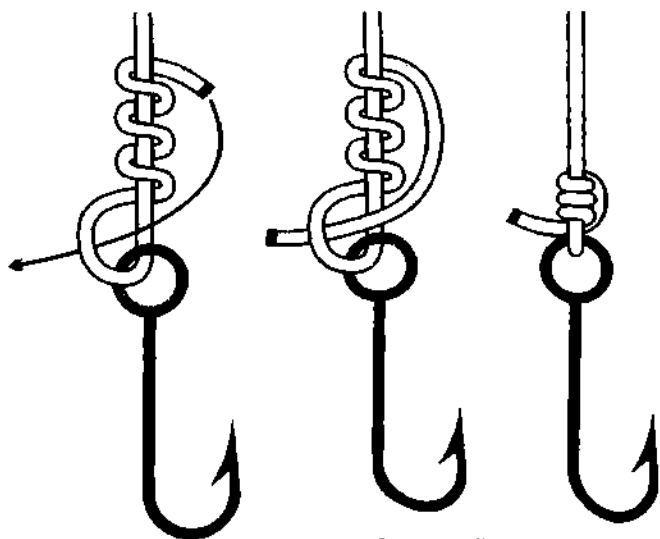

Рис. 710. Ушковый узел.
**Ушковый узел** очень надёжный и почти не ослабляет леску. Узел можно использовать почти для любых лесок, но особенно хорошо держит этот узел на монолесках (рис. 710, 711). На большинстве плетёнок и фторкарбоновых лесках **ушковый узел** имеет тенденцию скользить, поэтому на шнурах его лучше вязать сдвоенным концом (рис 712). **Ушковый узел** мало пригоден для толстых лесок, так как на них он хуже затягивается. Лучше всего **ушковый узел** подходит для лесок, выдерживающих до 5,5 кг. Количество шлагов у **ушкового узла** используется от 3 до 6. Чем крепче (толще) леска, тем меньше кладётся шлагов. Узел затягивается за основную леску, а не за ходовой конец.